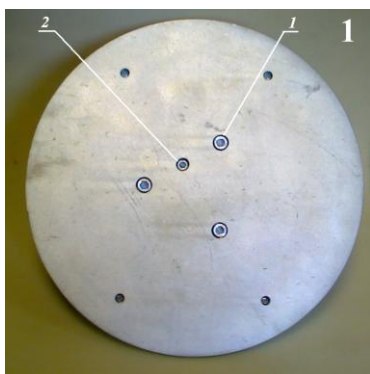

Рисунок 4.3
1) Положить ПДН на стол нагрузочной плитой вверх (рисунок 4.3). Отвернуть три болта (1) которые крепят датчик силы к нагрузочной плите. Придерживая датчик силы отвернуть монтажный болт\* (2). Осторожно, чтобы не повредить кабель акселерометра, повернуть датчик силы на 90 градусов относительно нагрузочной плиты.